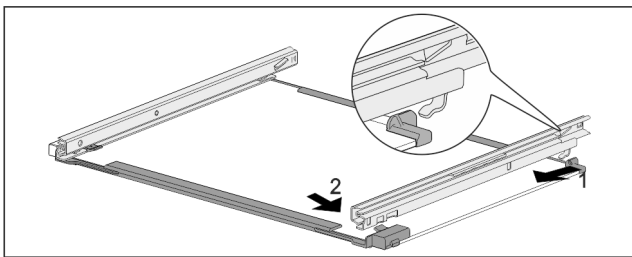

Fig. 83 Glassplate med skinner
- ▶ Hekt inn skinne bak. Fig. 83 (1)
- ▶ Hekt inn skinne foran. Fig. 83 (2)